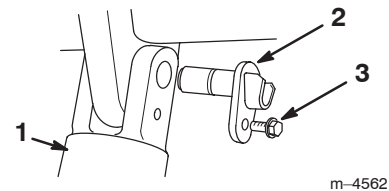

Abbildung 6
- Die Schraube entfernen, mit der der obere Kippzylinderstift befestigt ist (Abb. 6).